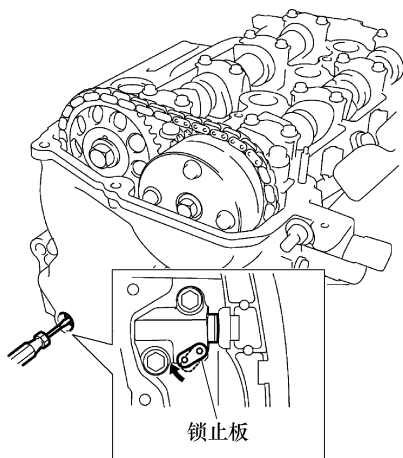

图 1-230 用工具插入张紧器维修孔
- ⑤ 用 8mm (0.31in) 六角扳手拆下螺旋塞。
- ⑥ 将旋具插入链条张紧器上的维修孔内, 将链条张紧器的锁止板向上拉, 见图 1-230。